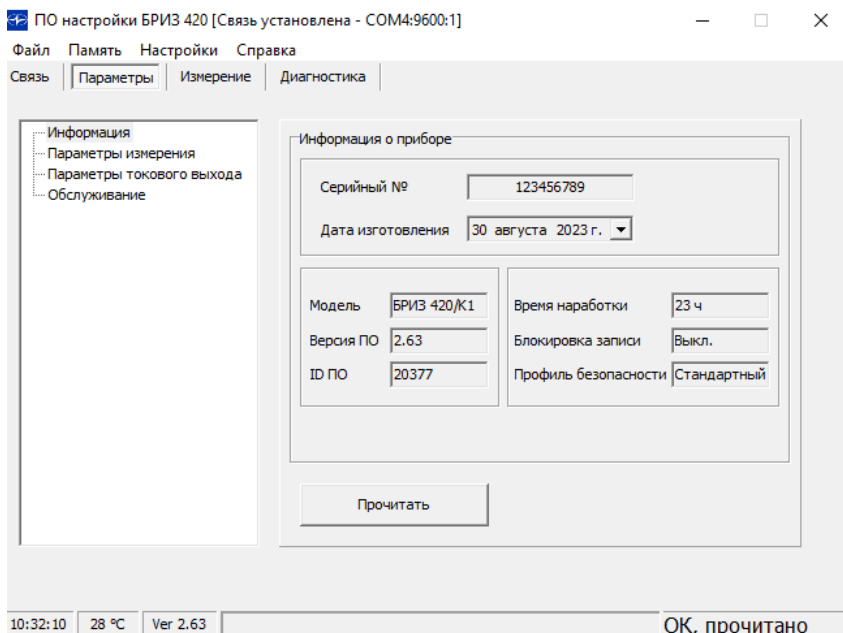

Рисунок 2.2
2.4.3 Главное меню программы «ПО настройки БРИЗ 420» содержит следующие пункты (вкладки) (рисунок 2.2)